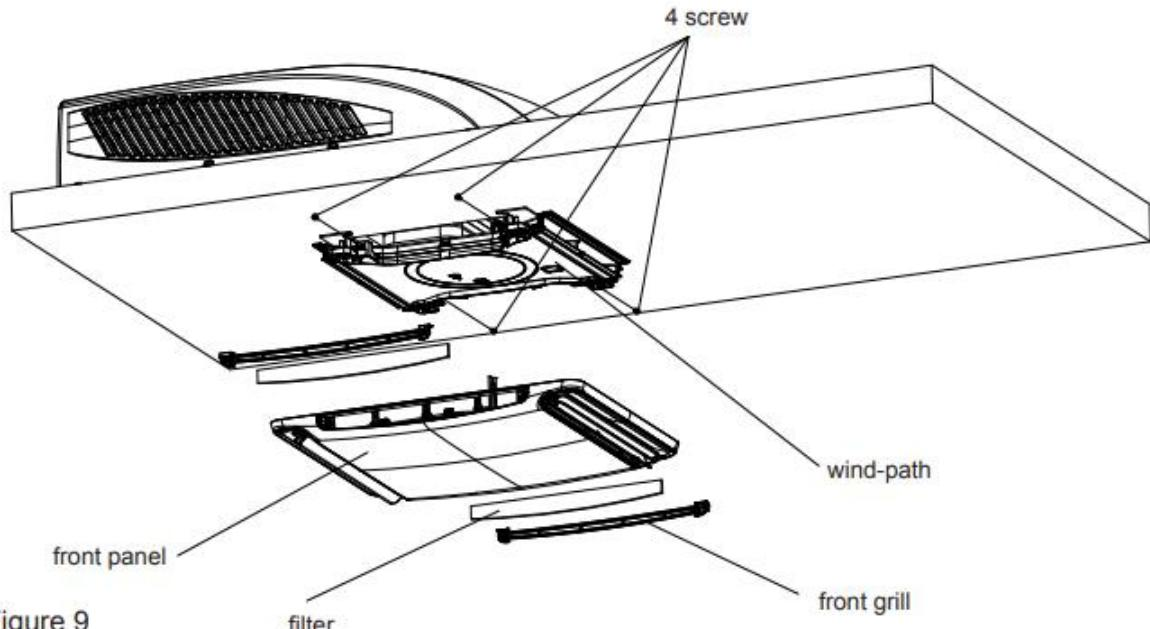

Figure 9
2. Fixez la grille de plafond au passage du vent de l'ensemble de plafond à l'aide de 4 vis. (voir figure 9).